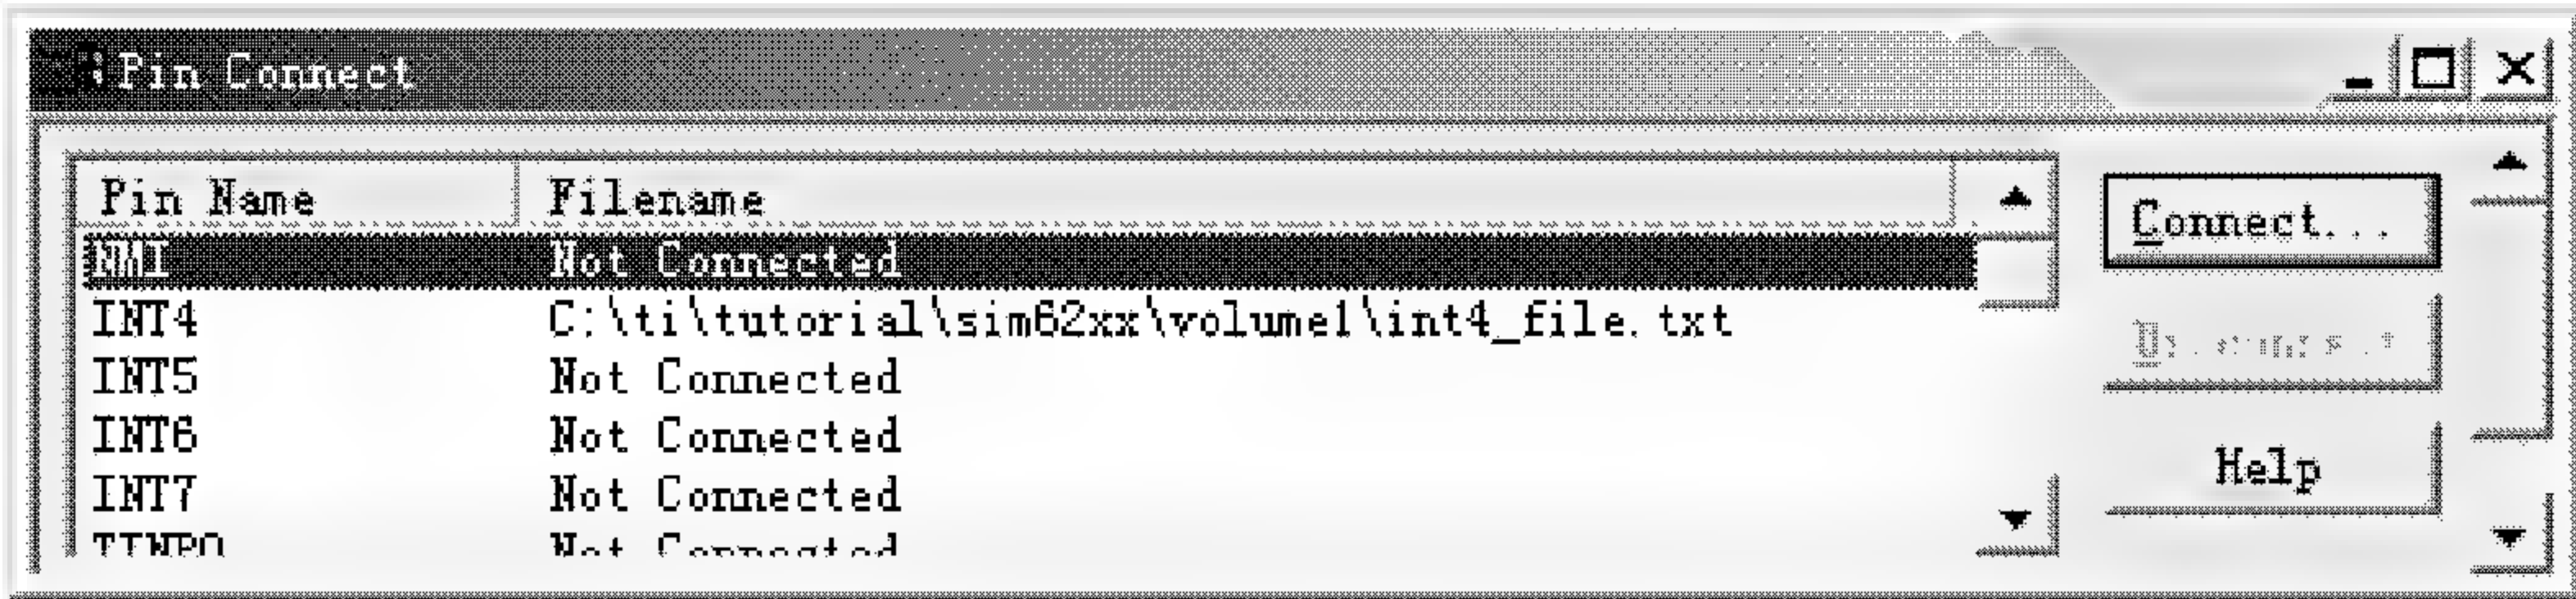

图 3.21 Pin Connect 窗口
(2) 选择 Tools → Pin Connect，打开 Pin Connect 窗口，如图 3.21 所示。外部中断管脚会在 Pin Name 栏中列出。